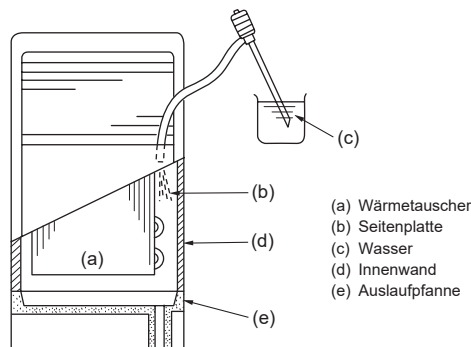

Abb. 5-2
5.2. Überprüfung der Dränage (Abb. 5-2)